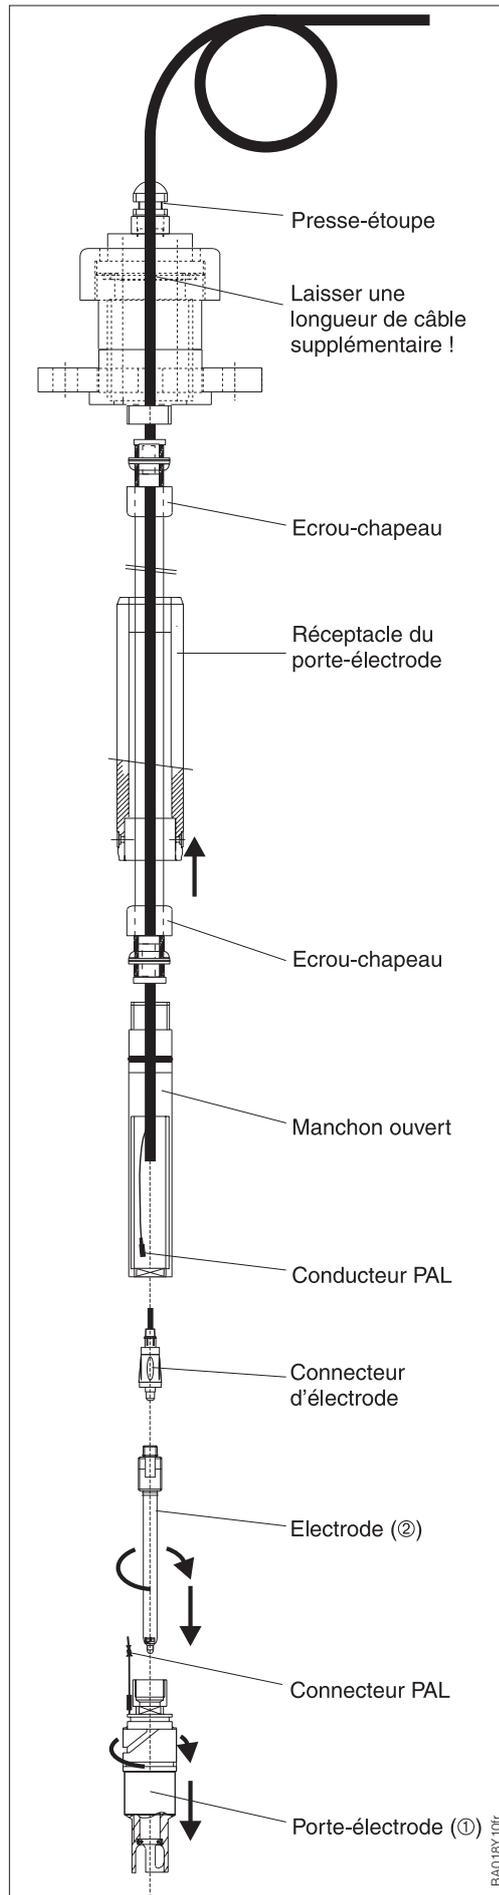

Fig. 5 Montage de l'électrode combinée pH-/redox
- Cf. fig. 5, ① : desserrer la prise baïonnette du porte-électrode en tournant vers la gauche et dégager le porte-électrode du tube de sonde.
- Cf. fig. 5, ② : Visser l'électrode manuellement et la serrer avec une clé ouverture de 17.